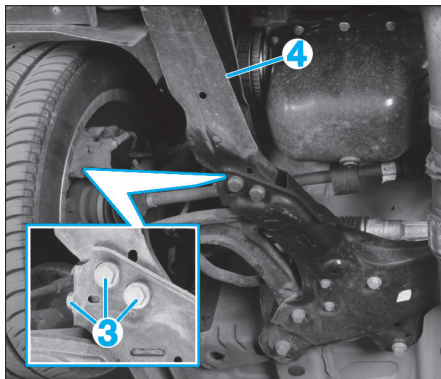

Fig. 14
• Déposer les vis (3) et extraire le tirant (4) (Fig.14).